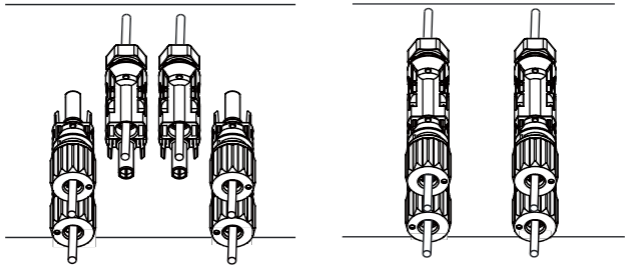

Imagen 5.6 Conexión de entrada de CC
d) Por último, inserta el conector de CC en las entradas positiva y negativa del inversor, tal y como se muestra en la imagen 5.6.